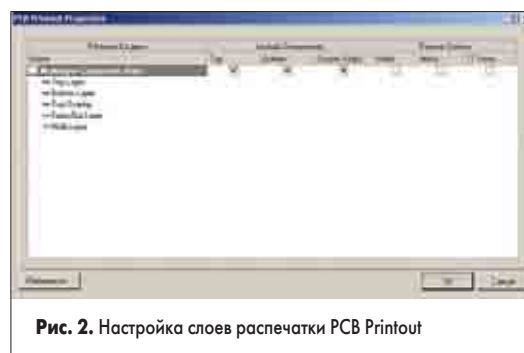

Рис. 2. Настройка слоев распечатки PCB Printout
3. Нажмем кнопку Configure. Откроется диалоговое окно PCB Printout Properties (рис. 2), в котором выполняется настройка листов и слоев распечатки. Сейчас данная распечатка содержит один лист, на который будет выведена информация с пяти перечисленных ниже слоев.